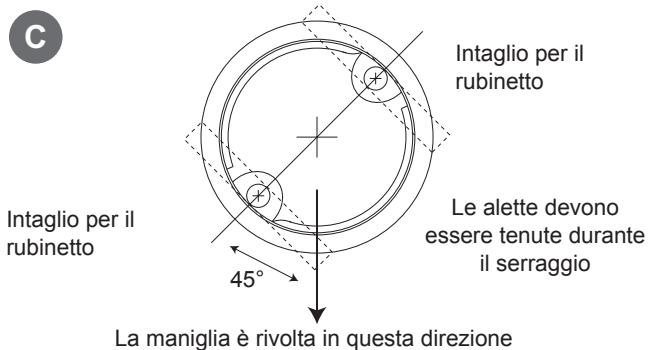

Figura 5
- C. Per eseguire questo passaggio, guardare in basso attraverso la base. Prima di stringere i bulloni, stabilire la corretta rotazione della base. La posizione finale della maniglia sarà a 45° di distanza dalle teste del bullone. Utilizzare la Figura 5 per stabilire la migliore posizione di installazione. Durante il serraggio del bullone, tenere il fermo in posizione attraverso il foro della base. Il fermo a molla entrerà in contatto con il fondo del piano di lavoro restando in posizione. Non serrare completamente. Ripetere la procedura per il secondo bullone con fermo. Controllare la posizione finale della base e dei bulloni con fermo. Serrare i due bulloni in modo uniforme. **NON STRINGERE TROPPO**. Serrare solo quanto necessario ad impedire che la base giri durante la rotazione del rubinetto in posizione.